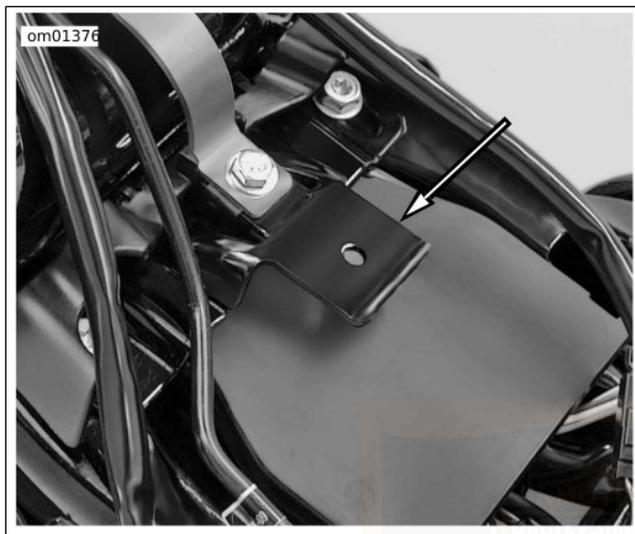

Figure 78. Languette de selle
8. Voir Figure 78. Tout en poussant la selle vers l'avant, soulever l'arrière de la selle jusqu'à ce que le support soit dégagé du dessus du coffre Tour-Pak (le cas échéant). Pousser légèrement la selle vers l'arrière pour libérer la languette de la fente de la selle.
3. Voir Figure 78. D'une main soulever l'arrière de la selle d'environ 76,2 mm (3 in), et de l'autre main appuyer fermement en poussant vers le bas et vers l'arrière jusqu'à ce que la languette s'enclenche dans la fente de la selle.